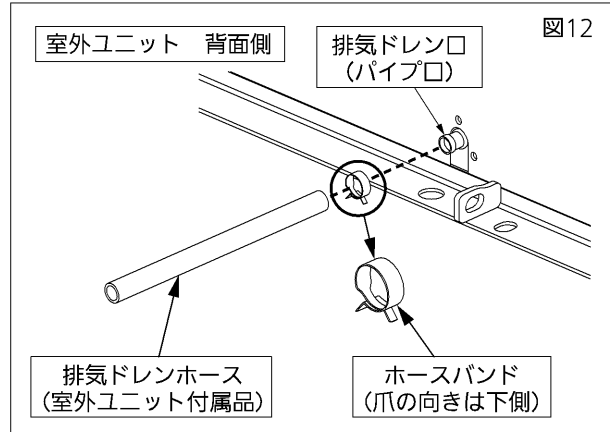

図12
- 排気ドレンホース（付属品）は、図12のようにホースバンドで確実に固定してください。排気ドレン水が漏れ、機器腐食などの原因になることがあります。
室外ユニットの排気ドレン口（パイプ口）（図9）に排気ドレンホース（付属品）を取り付けてください。（図12参照）